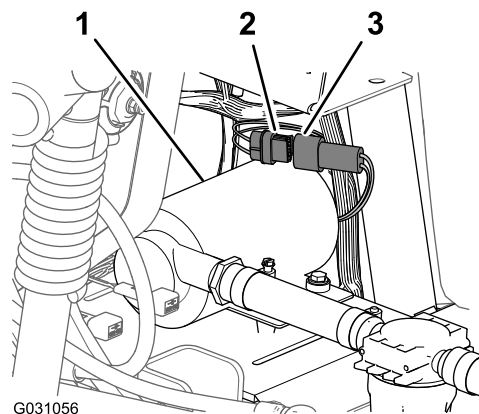

Рисунок 186
1. Подсоедините 6-штыревой разъем жгута проводов промывочного насоса к 6-гнездовому разъему главного заднего жгута проводов (Рисунок 186).